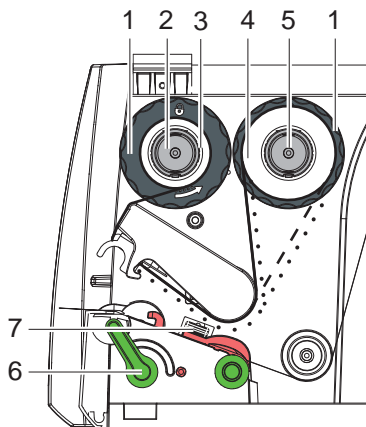

Figure 12 Défilement du ruban transfert
5. Adapter la position du flasque de positionnement du réenrouleur à la largeur du mandrin (3) et positionner le mandrin carton sur le réenrouleur (2).
6. Guider le ruban transfert à travers le mécanisme d'impression comme décrit sur la figure 12.